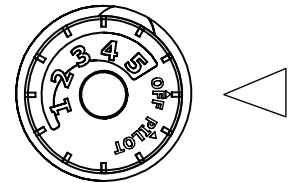

Fig. 25 - Perilla de control
2. Gire la perilla de control hacia la derecha  a la posición "OFF" (Ver Fig. 25).
3. Espere cinco (5) minutos para que se vacíe todo el gas. Luego huela en busca de gas, incluyendo cerca del piso. Si huele gas, ¡ALTO! Siga "B" en la información de seguridad anterior. Si no huele a gas, vaya al siguiente paso.